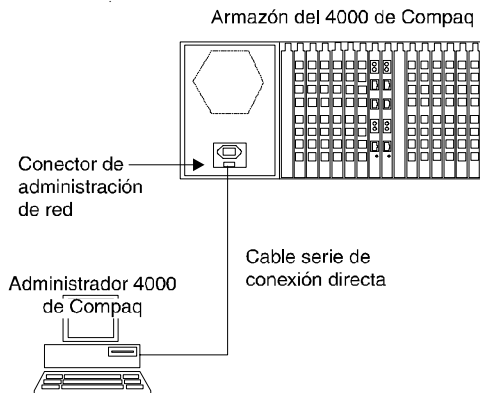

Figura 2-14. Conectar un cable recto
1. Enchufar un conector DB9 de un cable serie de conexión directa al conector de administración de red situado en la parte posterior de la fuente de alimentación del chasis. (Compaq suministra con el chasis un cable serie de conexión directa DB9 a DB9.) Consulte la Figura 2-14. Compruebe que el cable tiene nueve patillas.